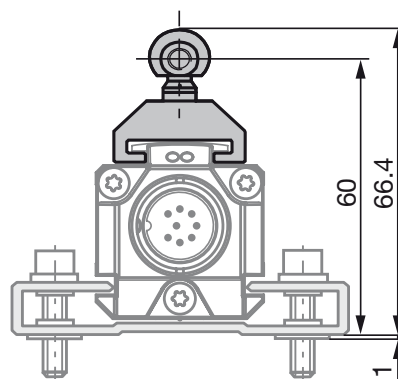
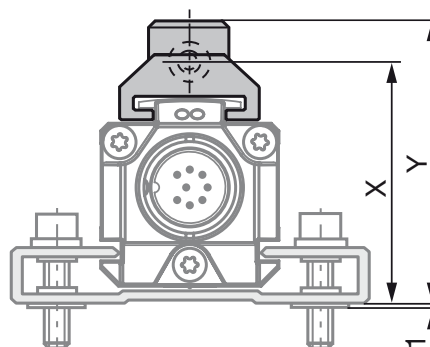
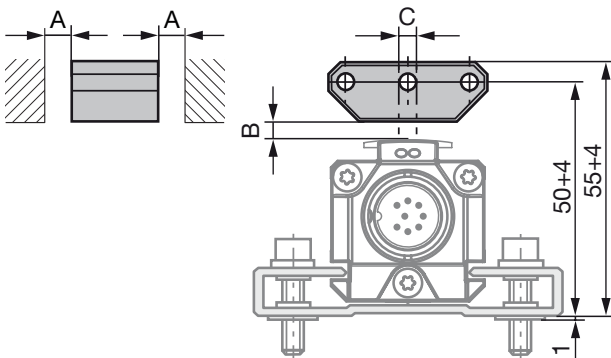
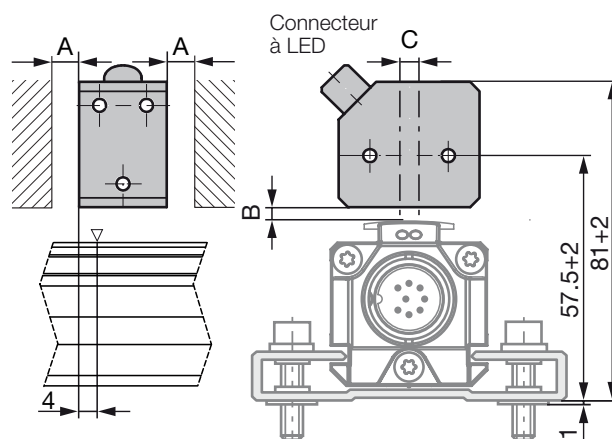

Fig. 4-1 : Dimensions et distances pour le capteur de position BTL5-F-2814-1S
Fig. 4-3 : Dimensions et distances pour le capteur de position BTL5-M/N-2814-1S
Fig. 4-4 : Dimensions et distances pour le capteur de position BTL5-P-3800-2
Fig. 4-8 : Dimensions et distances pour le capteur de position BTL5-P-4500-1 avec génération d'un champ électromagnétique (24 V/100 mA)
**i** Le capteur de déplacement Micropulse à construction profilée convient aussi bien aux capteurs de position libres, c'est-à-dire fonctionnant sans contact (voir Fig. 4-4 à Fig. 4-8) qu'aux capteurs de position guidés (voir Fig. 4-1 et Fig. 4-3).
- La distance A entre le capteur de position et les éléments en matériau magnétisable doit être au minimum de 10 mm (voir Fig. 4-4 à Fig. 4-8).
- Pour la distance B entre les capteurs de position et de déplacement et pour le déport de l'axe C (voir Fig. 4-4 à Fig. 4-8), les valeurs suivantes doivent être respectées :
**i** La plage de mesure est décalée de 4 mm en direction du connecteur du capteur de déplacement (voir Fig. 4-8).